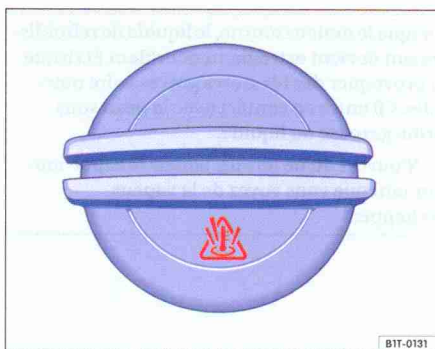

Fig. 163 Dans le compartiment-moteur : bouchon du vase d'expansion du liquide de refroidissement.
• Vous pouvez reconnaître le vase d'expansion du liquide de refroidissement grâce au symbole 🌋 figurant sur le bouchon ⇒ fig. 163.